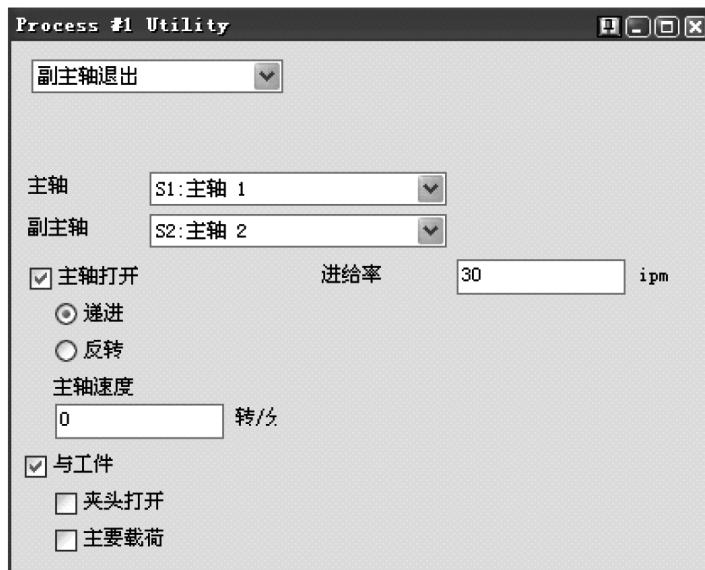

图 6-75 副主轴退出
4) 创建副主轴回位的功能操作, 选中“带工件”选项, 如图 6-75 所示。